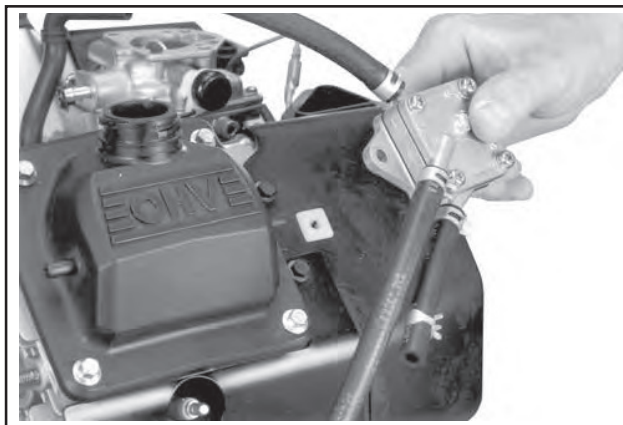

Abbildung 9-19. Abnahme der Kraftstoffpumpe und der Leitungen.
4. Die Ausrichtung der Kraftstoffpumpe notieren oder markieren, dann die Pumpe samt Leitungen entfernen, wie in Abbildung 9-19 gezeigt.